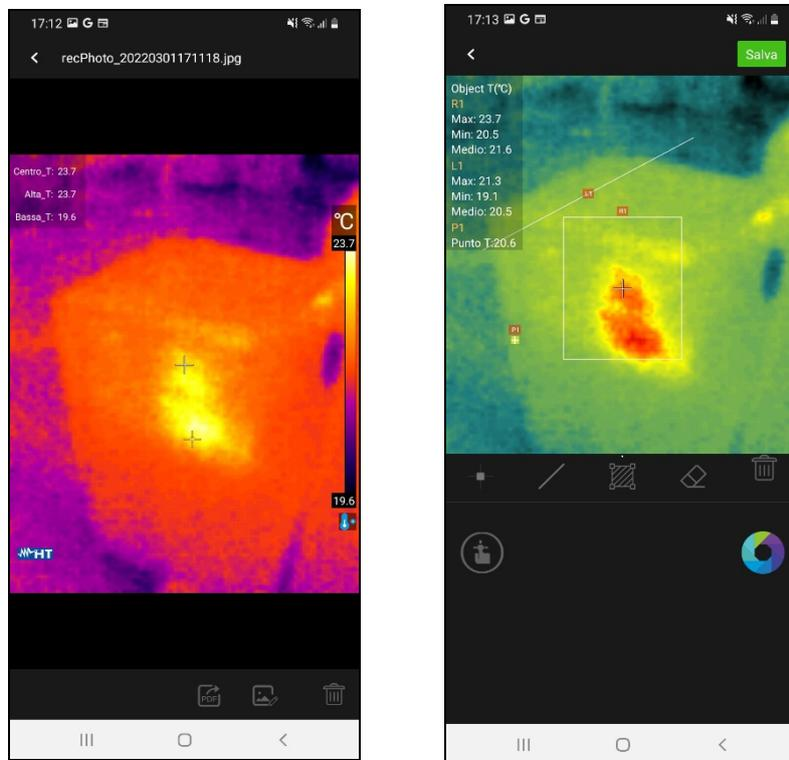

Fig. 11: Modificación de imágenes guardadas
1. Entre en la galería y seleccione la imagen deseada (ver el § 5.7) como se muestra en la Fig. 11 – parte izquierda
3. Toque el icono  para modificar la paleta de colores (vedere § 5.6) y el icono  para abrir la herramienta de los análisis avanzados (ver la Fig. 11 – parte derecha)
4. Inserte eventuales objetos sobre la imagen (ver el § 5.5) y toque el icono “Guardar” en la parte superior derecha del visualizador(ver Fig. 11 – parte derecha)
1. Entre en la galería y seleccione la imagen deseada (ver el § 5.7) como se muestra en la Fig. 11 – parte derecha